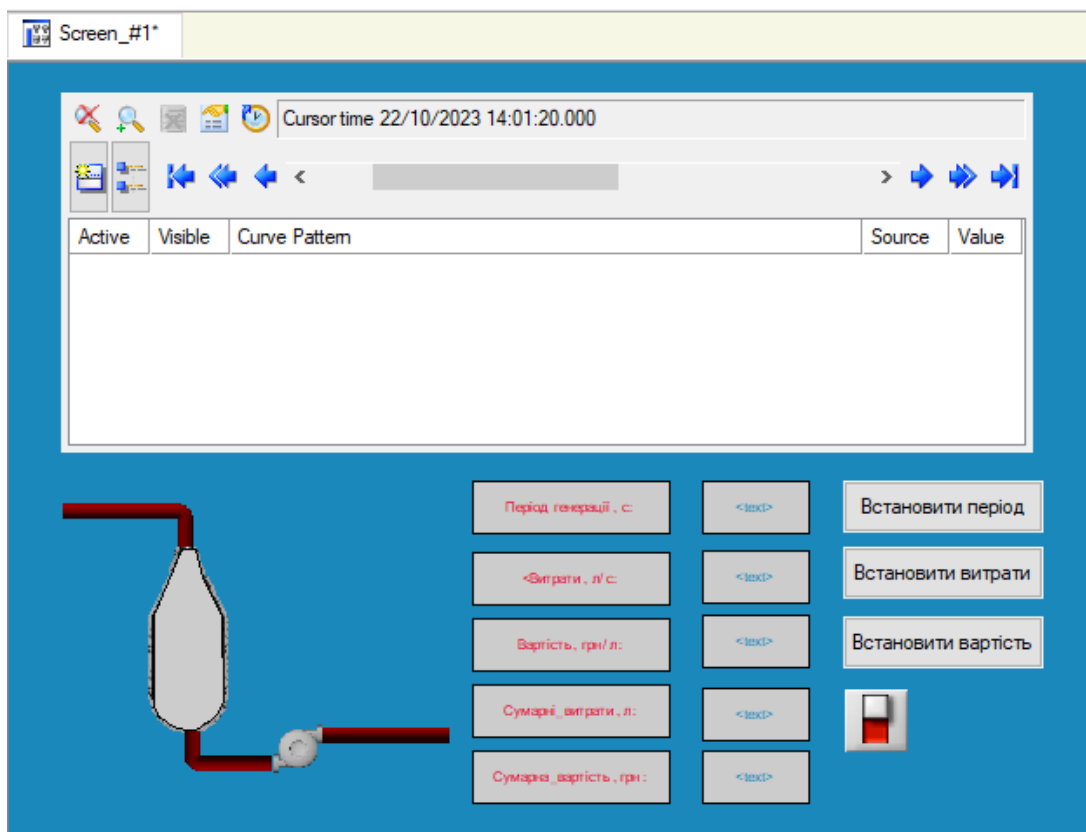

Рисунок 1 – Вікно проекту з ГЕ Архівний тренд
1.2 Вилучити з екрану існуючий тренд та розмістите на його місці новий ГЕ **Archive trend** (Архівний тренд) (рис. 1).